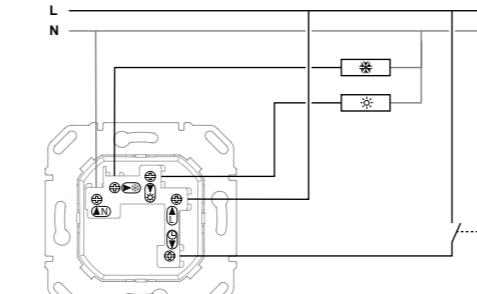

Bild 3: Anschlussplan Temperaturregler, Wechsler
- Regler gemäß Anschlussplan anschließen (Bild 3 oder 4).